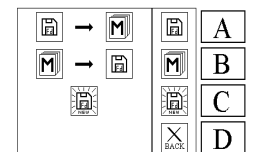
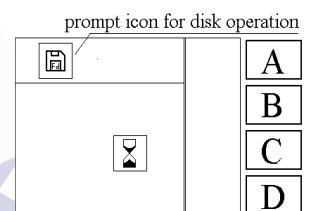
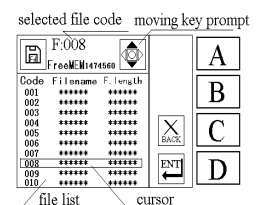
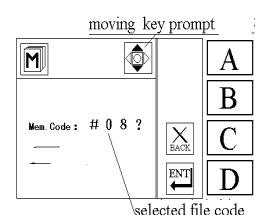

Fig. 4.1.1
Fig. 4.1.2
Fig. 4.1.4
Fig. 4.1.5
1. Pressione a tecla uma vez para mostrar a Fig. 4.1.1.
2. Na Fig. 4.1.1, pressione a tecla para mostrar a tela de espera do funcionamento do disquete (Fig. 4.1.2). Relacione então todos os arquivos de desenhos armazenados no disquete (Fig. 4.1.3).
4. Na Fig. 4.1.3, pressione a tecla para selecionar os códigos de desenho que estão armazenados e prontos, então mostre a Fig. 4.1.4; pressione a tecla para cancelar os procedimentos de retorno (Fig. 4.1.1).
5. Na Fig. 4.1.4, pressione a tecla de direção ▲ para diminuir os valores de entrada; ou pressione a tecla de direção ▼ para aumentar os valores de entrada; ou pressione a tecla numérica para inserir o código do desenho necessário.
6. Na Fig. 4.1.5, pressione a tecla **D** para acionar a leitura do disquete e mostrar a tela de espera (Fig. 4.1.5), voltando automaticamente ao procedimento 1 (Fig. 4.1.1). Pressione a tecla **C** para sair da operação de leitura do disquete, retorne ao procedimento 3 (Fig. 4.1.3).